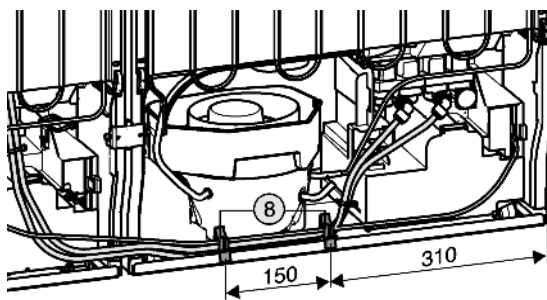

Fig. 14
- ▶ Если фиксирующие клипсы Fig. 14 (8) один раз были установлены, то положение больше не может быть изменено.
- ▶ Откройте обе фиксирующие клипсы *Fig. 14 (8)* и надвиньте на указанном расстоянии на держатель компрессора. Шланг и кабель вложите в клипсы и закройте клипсы.